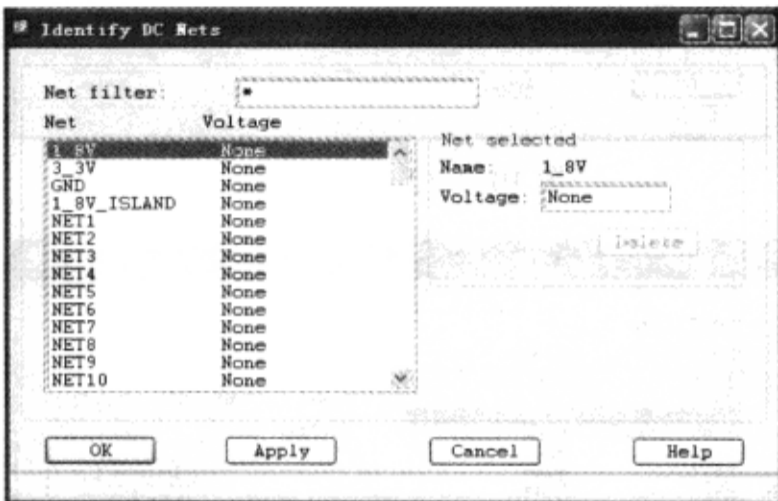

图 10-7-9 选择“1\_8V”网络
(2) 选择“1\_8V”网络，此时“Voltage”栏中对应的值为“None”，如图 10-7-9 所示。